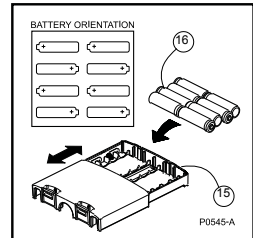

Figura 10 - Colocación de las pila
c) Coloque las 8 pilas alcalinas tipo "AA" (16) en el estuche (15). Las pilas tienen que quedar colocadas como se ven en la figura 10 y como se indica dentro de su compartimento.